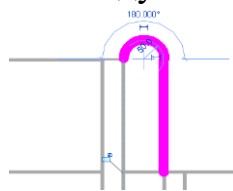

Рис.105
6. На панели **Рисование** выбрать **Дуга по начальной и конечной точкам и радиусу**, и соединить ограждения между собой (рис.105).